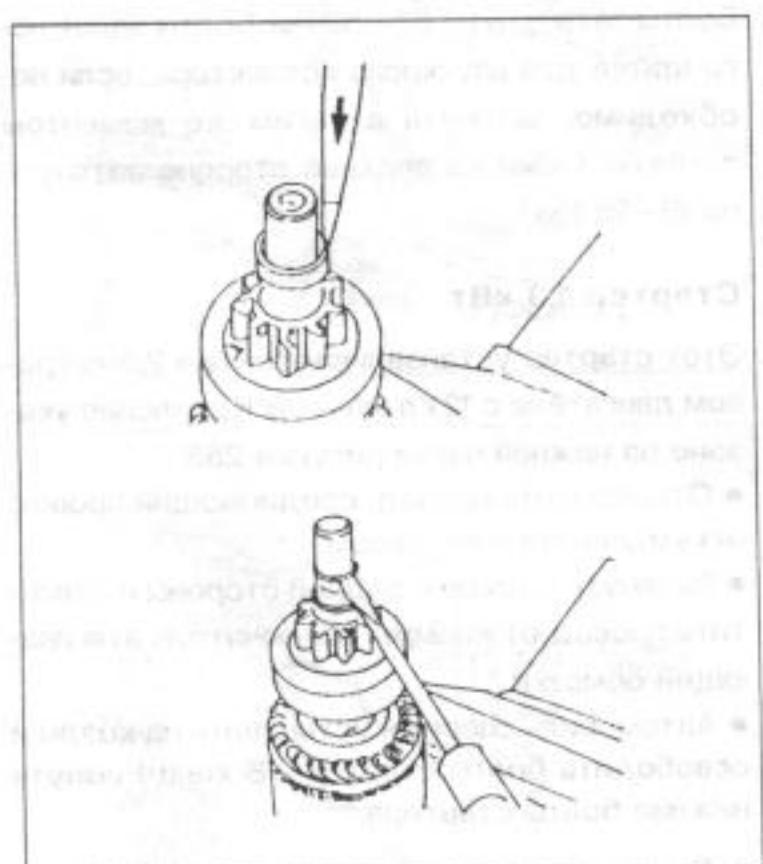

Рис.256.
- Оба стяжных болта (2) вынуть с задней стороны стартера и снять крышку генератора вместе с якорем с корпуса стартера.
- Ударить зубилом по упорному кольцу на конце вала якоря и убрать сидящее на нем предохранительное кольцо (рис.256). Снять в конце вала якоря грат и двигатель стянуть с вала.